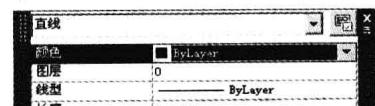

图 1-15 “快捷特性”对话框
- QP：快捷特性开关，用于在图形中显示和更改任何对象的当前特性。如图 1-15 所示，如果打开了快捷特性开关，则在选择了对象后，弹出包含对象特性的对话框。